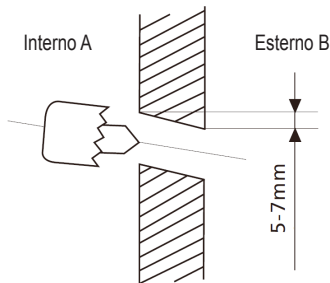

fig. 11 -
5. Eseguire un foro $\varnothing 65$ mm (o $\varnothing 90$ mm in base al modello) sulla parete ("fig. 11 -"), leggermente discendente verso l'esterno, iniziando a forare da un lato del muro (A) e terminando dal lato opposto (B) per evitare rotture anomale del muro stesso.